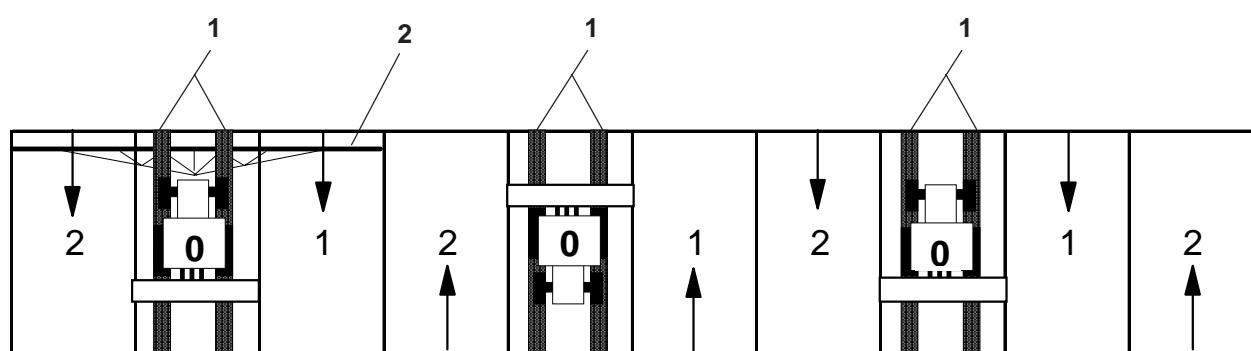
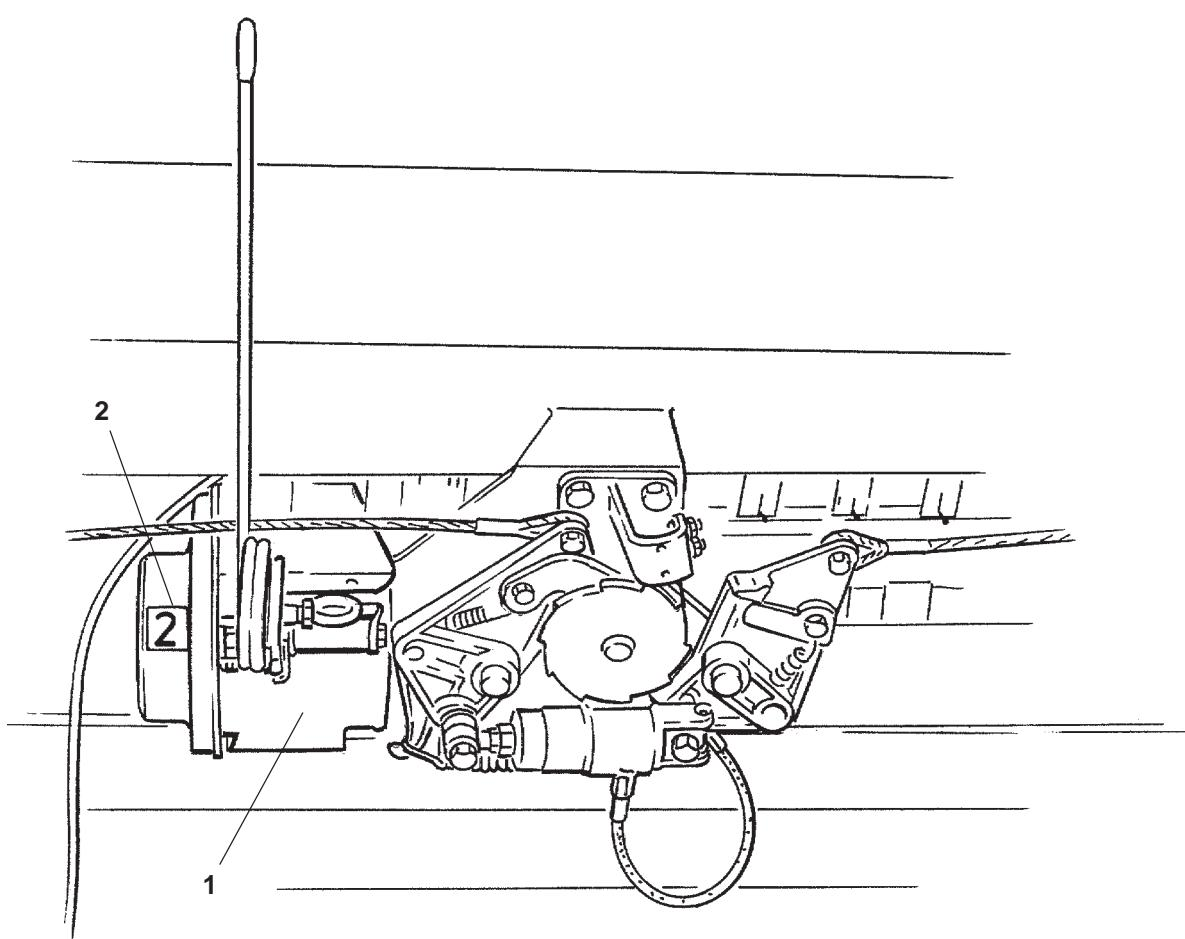

Рис. 13.1
Рис. 13.2
Техническая колея это колея (Рис. 13.1/1), в которую не укладываются семена. **Расстояние между колеями** соответствует ширине колеи трактора. Для закладки колеи прерывается подача семенного материала путем отключения нескольких высевающих катушек.
**Ширина между технологическими колеями** соответствует, например, ширине захвата опрыскивателя (Рис. 13.1/2) или разбрасывателя удобрений. Число (Рис. 13.2/) в устройстве для установки технической колеи показывает водителю трактора положение переключений устройства для установки технической колеи. При 3-ом переключении показывает устройство для установки технической колеи после старта, числа 2, 0, 1, 2, 0, 1 и т.д. (смотри рис. 13.1). Если устройство для установки технической колеи показывает "0" значит закладывается техническая колея.